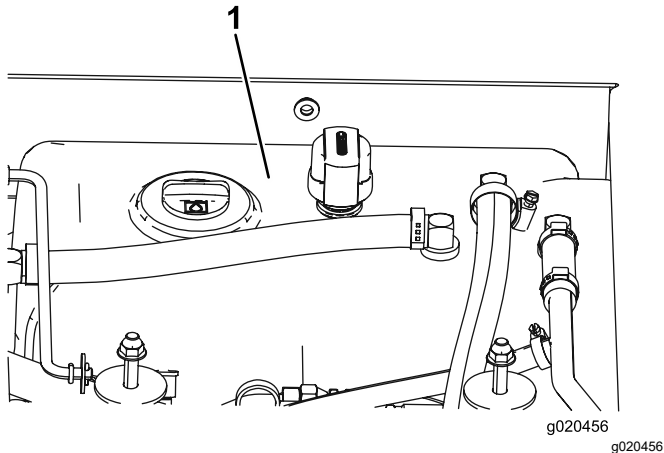

Figura 86
4. Llene el depósito (Figura 86) con fluido hidráulico; consulte Mantenimiento del sistema hidráulico (página 78).